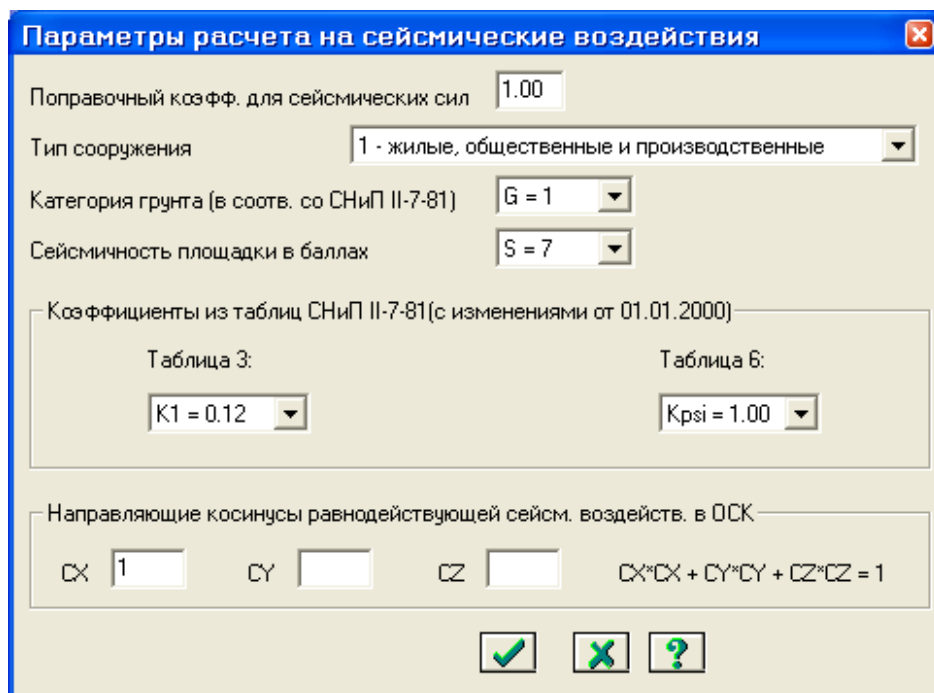

Рис.3.17. Диалоговое окно Параметры расчета на сейсмические воздействия
- Наименование воздействия – **Сейсмическое 01.01.2000 (35)**;
- В диалоговом окне **Параметры расчета на сейсмические воздействия** (рис.3.17) задайте следующие параметры: